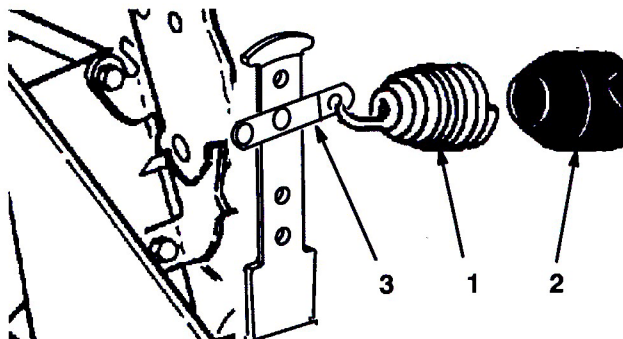

図 15
6. 後カウンタバランス・アームには、スプリング他端をスプリング・シャックルの 2 番目の穴に取り付ける前に、スプリング部分にビニル・カバーを取り付ける (図15)。